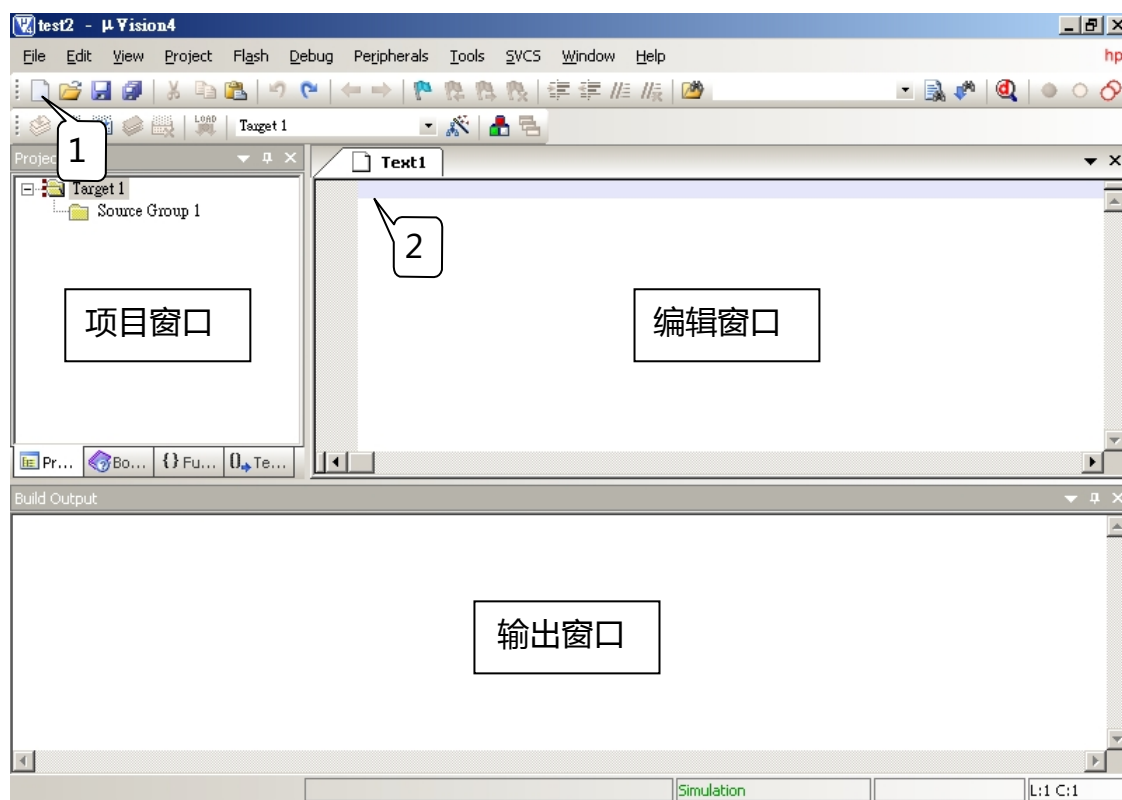

图 2-5 新建文件
(3) 首先在项目中建立新的程序档案或加入旧程序档案。如果您没有现成的程序或是第一次使用汇编语言，那么就要新建一个空白程序档案。在 C51 中有一些程序的范例，但是在这裡我们还是以一个组合程序为例介绍如何新建一个组合程序，和如何加到您的项目中吧。点击图 2-5 中 1 的新建文件的图标按钮，在 2 中出现一个新的文字编辑窗口，或是也能透过选单 File/New 或是按下快捷键 Ctrl+n 来实现。接着现在就能编写程序了。